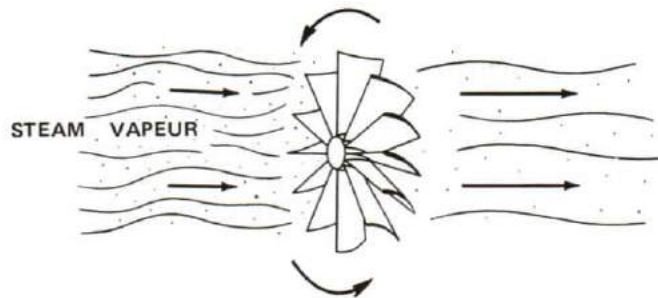

Figure 6-13
5. The principle method of driving a surface ship is by use of turbines. Oddly enough, the turbine uses the same principle as the screw but in reverse. In this case, steam is passed along the screw at some velocity and the screw or turbine is caused to turn. See Figure 6-13.
5. Le principal moyen de propulsion d'un navire de surface est la turbine. Chose curieuse, la turbine utilise le même principe que l'hélice, mais à l'inverse. Dans le cas de la turbine, en effet, c'est la vapeur qui agit sur les pales de l'hélice à une certaine vitesse et qui provoque ainsi la rotation de l'hélice ou turbine (voir la figure 6-13).